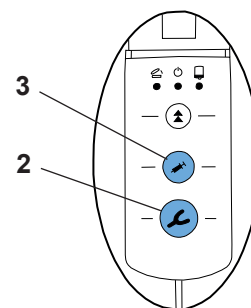

Fig. 8
- Dacă a fost apăsată o tastă pentru scoatere prin presare fără selectarea prealabilă a programului (lingură de amprentă (2, Fig. 8) sau dispenser (3, Fig. 8), aparatul activează automat programul . LED-ul de lângă tasta  se aprinde.